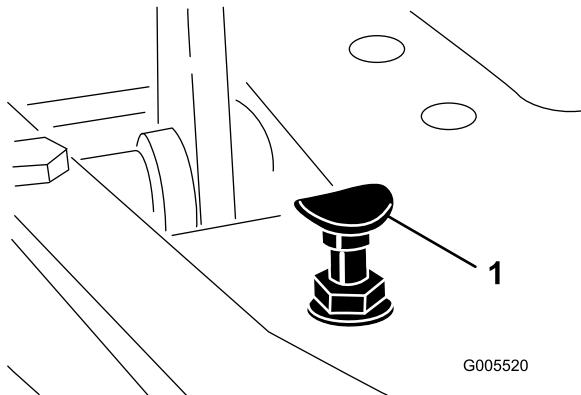

図 53
モードレバーを「移動走行」位置にセットし、ペダルを一杯に踏み込めば最高速度となります。ケーブルに張力が掛かる前にペダルがストップ図53に当たる場合には調整が必要です。
1. モードレバーを「移動走行」位置にセットし、ペダルストップを固定しているロックナットをゆるめる図53。